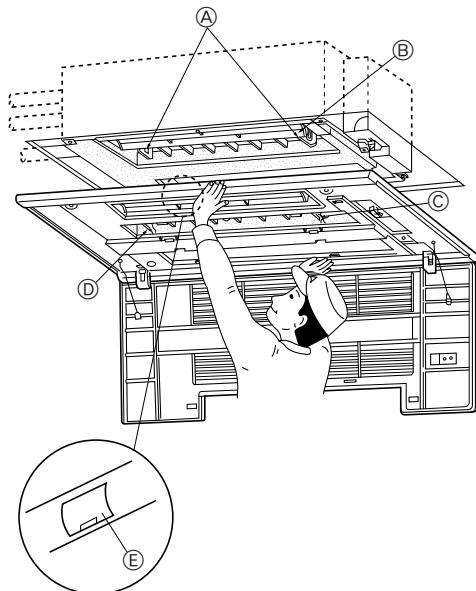

Fig. 5-4
5.3. Instalação da grelha (Fig. 5-4)